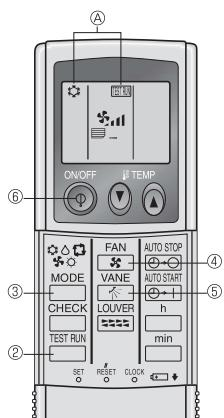

Fig. 7-2
7.2.2. การใช้รีโมทคอนโทรลแบบไร้สาย (Fig. 7-2)
- ① เปิดเครื่องไว้ย่างน้อย 12 ชั่วโมงก่อนทดสอบการทำงาน
- ② กดปุ่ม **TEST RUN** สองครั้งติดต่อกัน